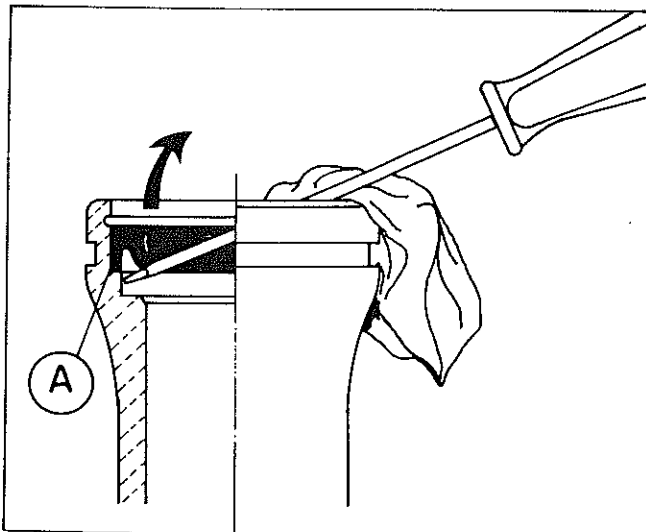

FIG. C30
11. Remover o retentor (A - Fig. C30) com uma chave de fenda.